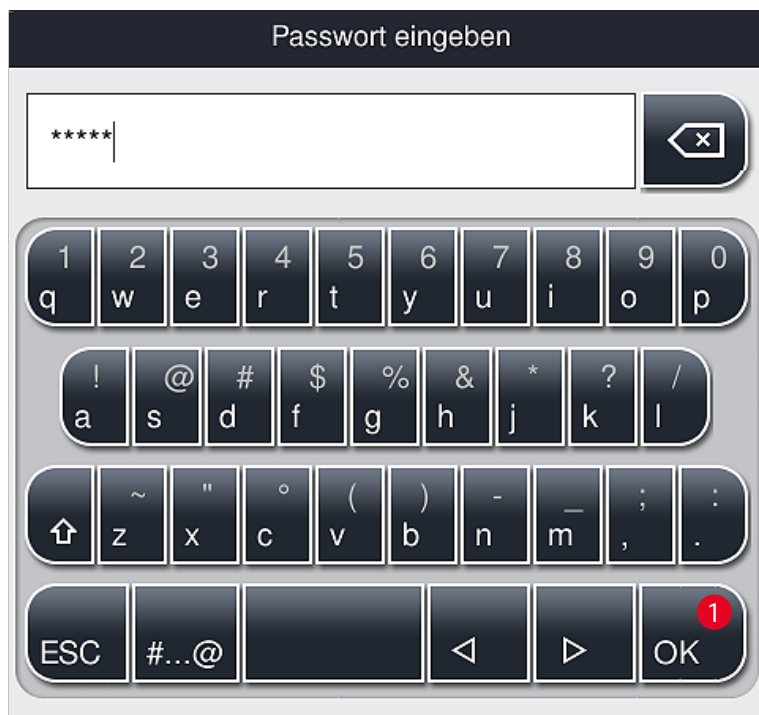

Abb. 28
2. Daraufhin wird eine Tastatur (→ Abb. 28) angezeigt, über die das Passwort eingegeben werden kann.